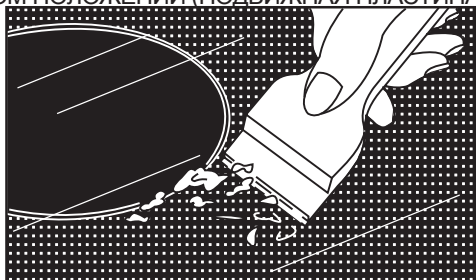

Рис. 20
- Если случайно изделие из алюминиевой фольги или пластмассы расплавится на поверхности стеклокерамического стола или к нему прикипит сахар – их следует немедленно удалить с помощью скребка, входящего в комплект плиты (рис.20).